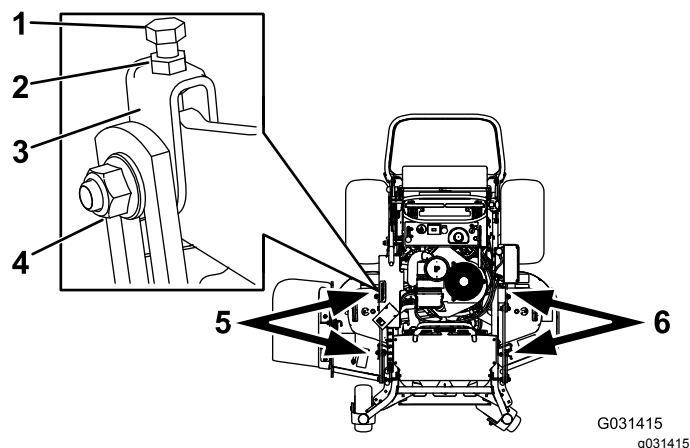

Figura 81
1. Afloje la tuerca lateral y la contratuerca de las horquillas que desea ajustar (Figura 81).
2. Gire el perno superior de las horquillas para ajustar la altura de la carcasa de corte (Figura 81).